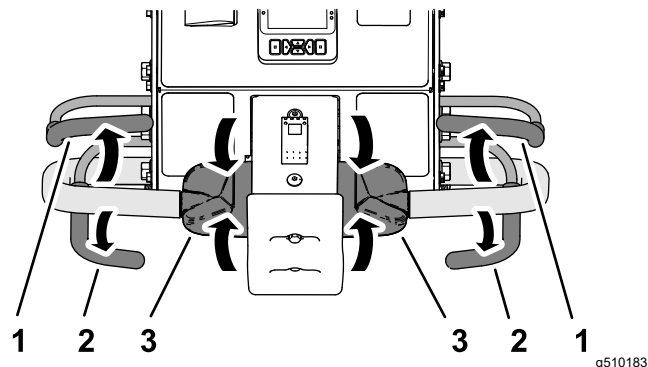

Figura 79
1. Si está aireando, suelte la barra de aireación (Figura 79) para elevar el cabezal de perforación; consulte Elevación del cabezal de perforación \(página 51\).